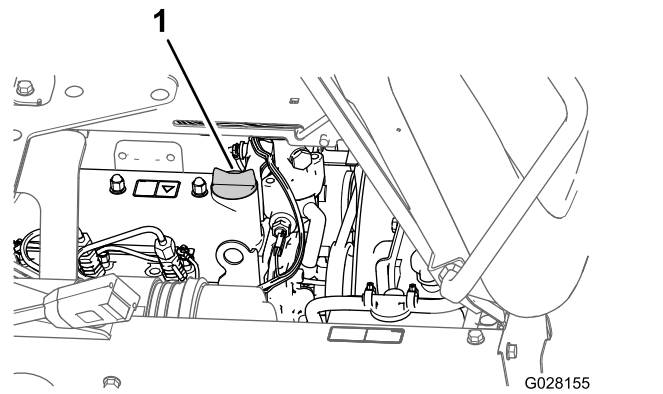

Figure 70
3. Si le niveau est trop bas, enlevez le bouchon de remplissage du couvre-culasse (Figure 70) et versez la quantité d'huile nécessaire dans le goulot de remplissage pour faire monter le niveau jusqu'au repère MAXIMUM sur la jauge.